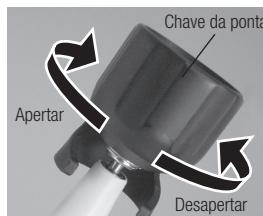

Fig. 14
- A ponta vai entrar a partir do orifício inferior da Chave da ponta. Alinhe os quatro cantos da área de base da Ponta nos quatro cantos da Chave da ponta. E rode-a para a direita até encaixar. (Fig. 14)